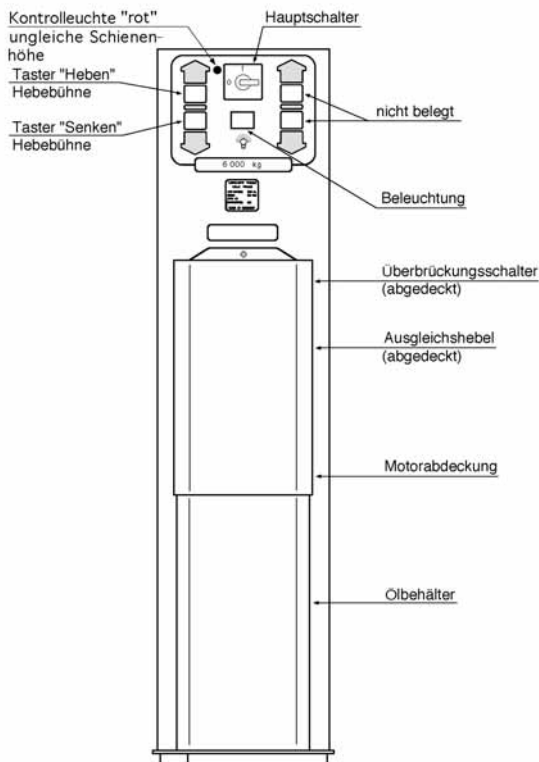

Bild 1:
- Einschalten der Steuerung. Hauptschalter auf Position "1" drehen (siehe Bild1)
- Der Überbrückungsschalter hinter der schwenkbaren Abdeckung seitlich am Bedienaggregat ist zu drücken. (siehe Bild 1)